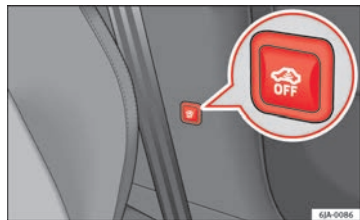

Fig. 49 Tasto dell'antifurto volumetrico e per il controllo del dispositivo antitraino
- Premere il tasto ⇒ fig. 49 nel piantone centrale, il simbolo retroilluminato di colore rosso situato dentro il tasto diventa arancione.